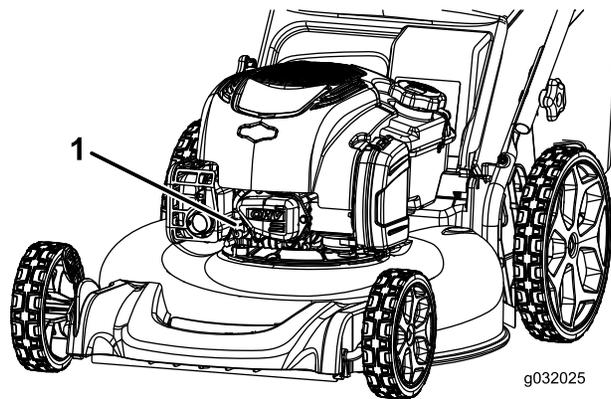

Figura 24
2. Staccate il cappellotto dalla candela (Figura 24) prima di eseguire interventi di manutenzione.